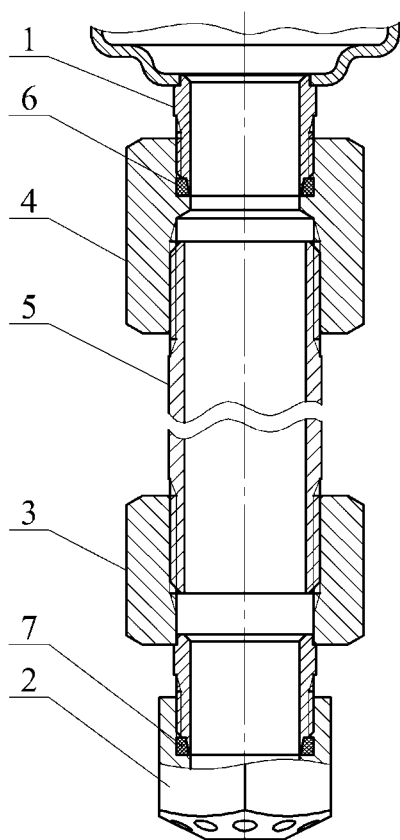

Рисунок 2
- ж) по заявке Потребителя (см. рисунок 2):
фективного пожаротушения при монтаже МУПТВ на потолочном перекрытии высотой более 6 м, модуль может быть дополнительно укомплектован удлинителем, соединяющим выпускную горловину МУПТВ 1 с насадком-распылителем 2 (см. рисунок 2).
2.1.9 При монтаже насадка-распылителя через удлинитель (см. рисунок 2) провести следующие работы. Собрать удлинитель согласно рисунку 2. Перед сборкой на наружные резьбы трубы **5** нанести герметик, например, ТЕКАСИЛ NEUTRAL PROFI, после чего накрутить до упора переходники **3**, **4**. В зарезьбовые участки отверстий насадка-распылителя **2** и переходника **4** установить резиновые кольца **6**, **7**. На наружную резьбу переходника **3** накрутить до упора насадок-распылитель **2**. Соединить удлинитель через резьбовое соединение с выпускной горловиной МУПТВ **1**. При монтаже необходимо обеспечить перпендикулярное направление оси удлинителя относительно горизонтальной плоскости.